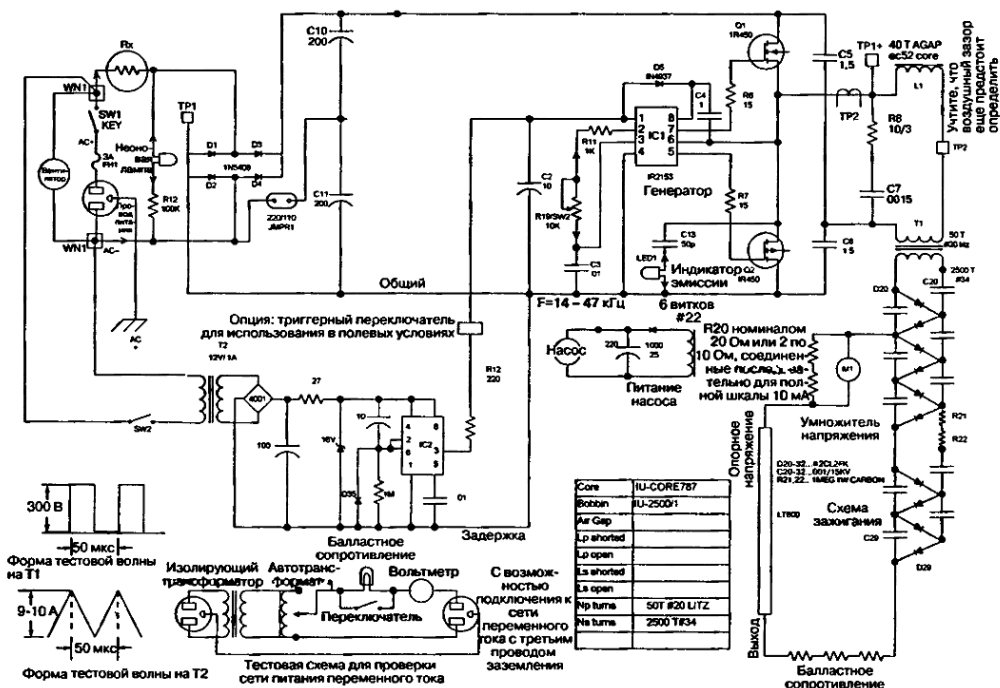

Рис. 8.3. Принципиальная схема лазера
Как показано на рис. 8.3, переключатель SW1 подает питание в первичную цепь схемы и на охлаждающий вентилятор FAN. Плавкий предохранитель FH1/F51 защищает основную цепь от перенапряжения. Индикаторная неоновая лампа NEON предназначена для индикации включения первичной цепи схемы. Последовательно с ней включен токоограничивающий резистор R12, и лампа загорается, когда включается SW1. Пиковый ток заряда конденсаторов C10 и C11 ограничивается резистором RX. Конденсаторы C10 и C11 сглаживают пульсации выпрямленного напряжения с выхода выпрямителя на полупроводниковых диодах D1, D2, D3, D4, собранного по мостовой схеме для случая работы с сетью 220 В переменного тока. При сети 115 В переменного тока используются только диоды D1 и D3 и перемычка JMPR1, которая закорачивает диоды D2 и D4, то есть исключает их из работы, образуя схему удвоения напряжения. Выходное напряжение конденсаторов C10, C11 является напряжением постоянного тока 300 В и имеет 2 вывода: положительный и отрицательный полюс. Напряжение 300 В необходимо для питания двухтактной схемы на металл-оксидных полевых транзисторах Q1 и Q2 (MOSFET).
который подает питание на понижающий трансформатор T2. Гасящий резистор R28 и стабилитрон Z1 защищают, в свою очередь, выход 12 В постоянного тока от перенапряжения. Таймер IC2 управляет работой задающего генератора IC1, который вырабатывает частоту 20 кГц с периодом повторения 50 мкс (см. рис. 8.3) для управления двухтактным ключевым каскадом на Q1 и Q2, нагруженным на первичную обмотку трансформатора T1. Таймер IC2 в данной схеме работает не как генератор, а является моностабильным переключателем с задержкой, определяемой постоянной времени конденсатора C31 и резистора R27. Задержка при показанных номиналах элементов составляет 10 с и необходима для того, чтобы устройство питания отвечало требованиям Бюро радио и здоровья (Bureau of Radio and Health, BRH) по уровню помех в цепи питания¹. Таким образом, контролируется высокое напряжение, поскольку IC2 подает питание на генератор IC1. Конденсатор C2 обеспечивает высокое мгновенное значение тока для выходных импульсов и должен располагаться физически близко к IC1.
2. Соберите печатную плату источника питания, как показано на рис. 8.5. В данном проекте используется готовая печатная плата РСВ, которую можно приобрести через www.amazing1.com. Более опытные конструкторы могут при желании изготовить собственную печатную плату или использовать макетную плату. При этом необходимо обратить особое внимание на широкие дорожки печатной платы по ее краям, поскольку они показывают цепь питания и поэтому потребуют использования в макетной плате провода большего сечения шины – #18. Маркировка на плате РСВ включает и несуществующие для данной схемы, но используемые в других схемах надписи, обозначающие места расположения элементов. В данном проекте используются только те элементы, которые показаны на схеме (см. рис. 8.3) и перечислены в спецификации в конце главы. Поэтому проявляйте аккуратность в установке компонентов схемы источника питания лазера на плате РСВ.